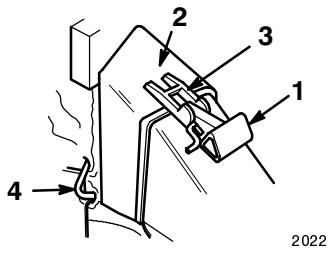

Figure 39
15. Vérifier que la poignée du volet d'éjection est entièrement abaissée vers l'avant (volet fermé) (Fig. 39).
Remarque : Pour plus de clarté, la protection n'est pas représentée à la Figure 39.
16. Placer l'ouverture du sac de ramassage sur l'ouverture du conduit d'éjection comme illustré à la Figure 39.
2. Soulever la tige de verrouillage de la poignée pour la dégager des crans du sac, et abaisser la poignée du volet vers l'avant (Fig. 39).